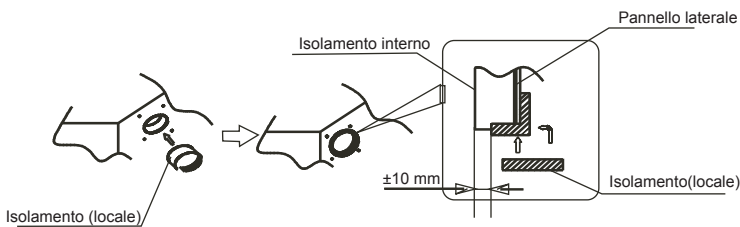

Fig. 5-5
- Avvolgere l'isolante attorno al foro dell'unità, come indicato. I bordi del pannello laterale e l'isolante interno devono aderire senza lasciare fessure lungo la circonferenza del foro. Assicurarsi che la superficie interna dell'isolante aderisca perfettamente al bordo dell'isolante interno e al pannello laterale. (vedi fig.5-5)